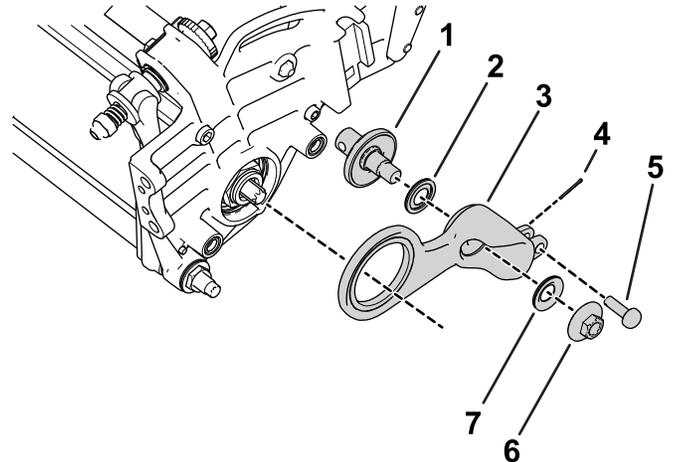

図 10
1. 図 10 に示すように、付属部品をイドラアセンブリに組み付ける。